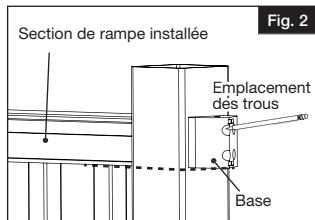

Fig. 2
- En tenant la base du support contre le poteau, utiliser un crayon pour marquer l'emplacement sur le poteau des quatre trous de vis pour le support en angle (Fig. 2).